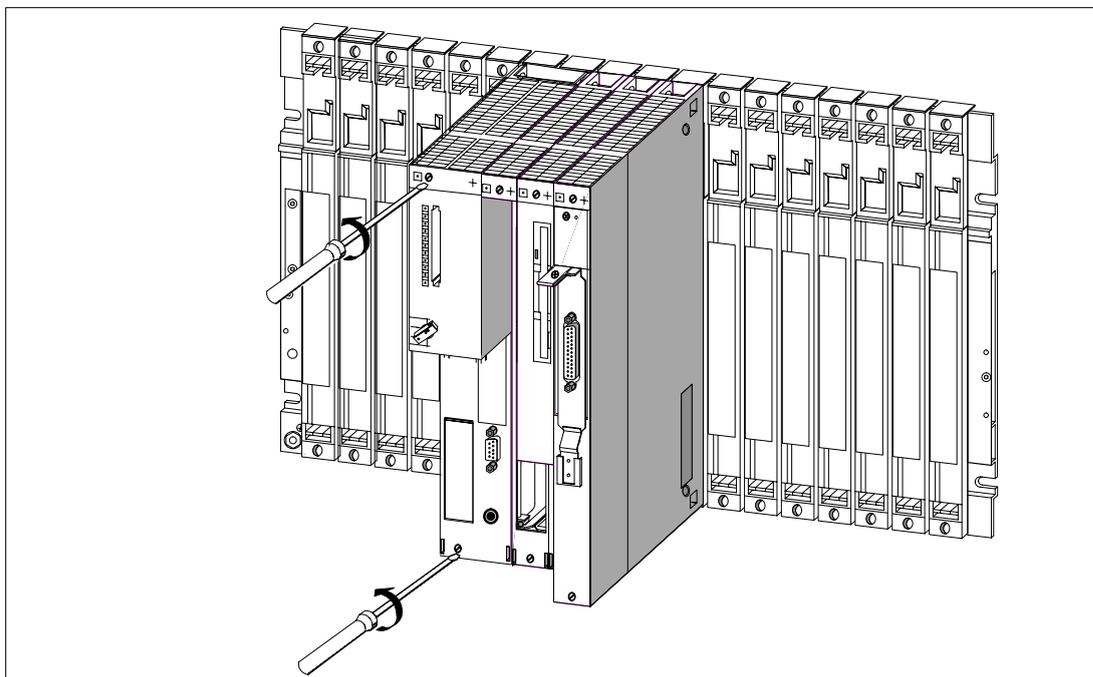

Figura 8-23 Desatornillar un módulo
6. Soltar los tornillos de fijación de todos los módulos de un grupo de módulos. La figura 8-23 muestra la posición de los tornillos de fijación en un módulo.